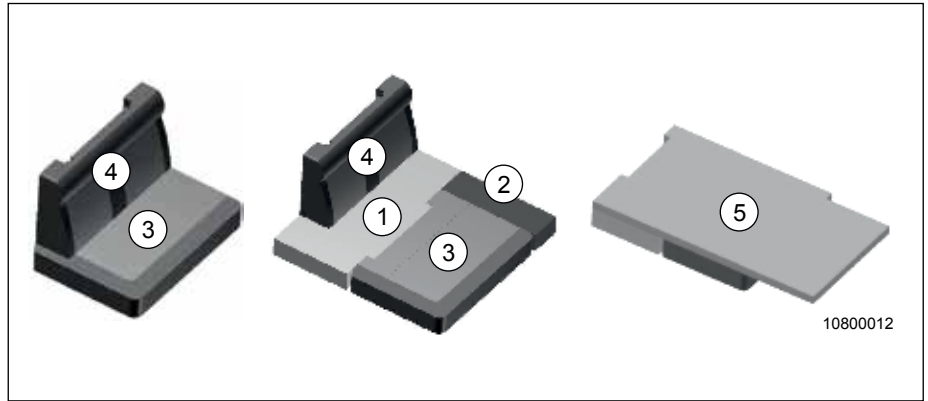

Fig. 22 Transformation des coussins d'assise
1. Retirer le coussin (Fig. 22, pos 3) et le remplacer par le coussin d'appoint plus grand (Fig. 22, pos 1).
2. Placer le coussin d'assise (Fig. 22, pos 3) devant le coussin d'appoint (Fig. 22, pos 1).
3. Placer le petit coussin d'appoint (Fig. 22, pos 2) à côté du coussin d'assise (Fig. 22, pos 3).
4. Enlever le coussin dossier (Fig. 22, pos 4) et le ranger de manière fiable.
5. Placer le surmatelas (Fig. 22, pos 5) sur les coussins et l'orienter.
→ Pour la transformation il n'est pas nécessaire d'enlever le coussin dossier (Fig. 22, pos 4). Celui-ci peut rester monté.
- Avant de mettre en place le surmatelas (Fig. 22, pos. 5), relever les appuis-tête.
- Lorsque le coussin dossier est monté (Fig. 22, pos 4), glisser le surmatelas (Fig. 22, pos 5) sous le dossier.